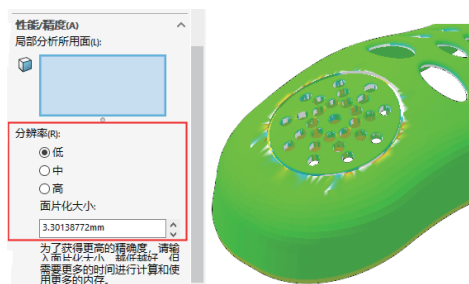

图1-6 厚度分析分辨率
- 厚度分析分辨率：要优化厚度分析的结果，可指定分辨率，而不用考虑模型大小，如图1-6所示。旧版本中的分辨率取决于模型大小。启用SOLIDWORKS Utilities插件。在菜单栏中执行【工具】|【厚度分析】命令，在属性面板中弹出【厚度分析】面板，在【性能/精度】选项组下，为分辨率选择低、中或高选项。在镶嵌大小下，值会更新以反映建议的值。要自定义分辨率，请输入自定义值。考虑为具有较大边界框的模型使用自定义值或定义特定分辨率。